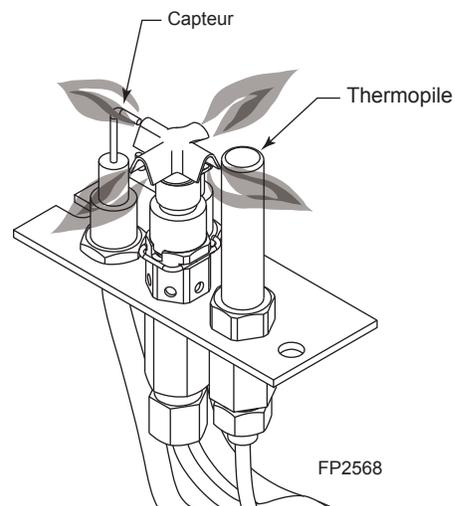

Figure 49 -
1. Vérifier la flamme de la veilleuse. la flamme devrait toucher environ 10 mm (3/8 po) du haut de la thermopile et toucher au thermocouple. *Figure 49*. Sinon, communiquez avec votre détaillant pour l'entretien.